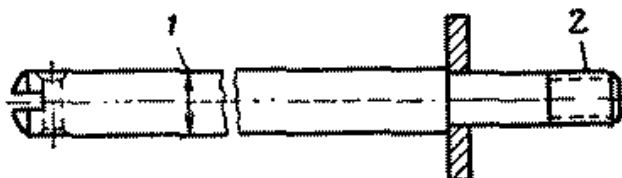

Рис. 229. Толкатель поршня цилиндра гидровакуумного усилителя тормозов
2. Толкатель поршня цилиндра гидровакуумного усилителя (рис. 229)